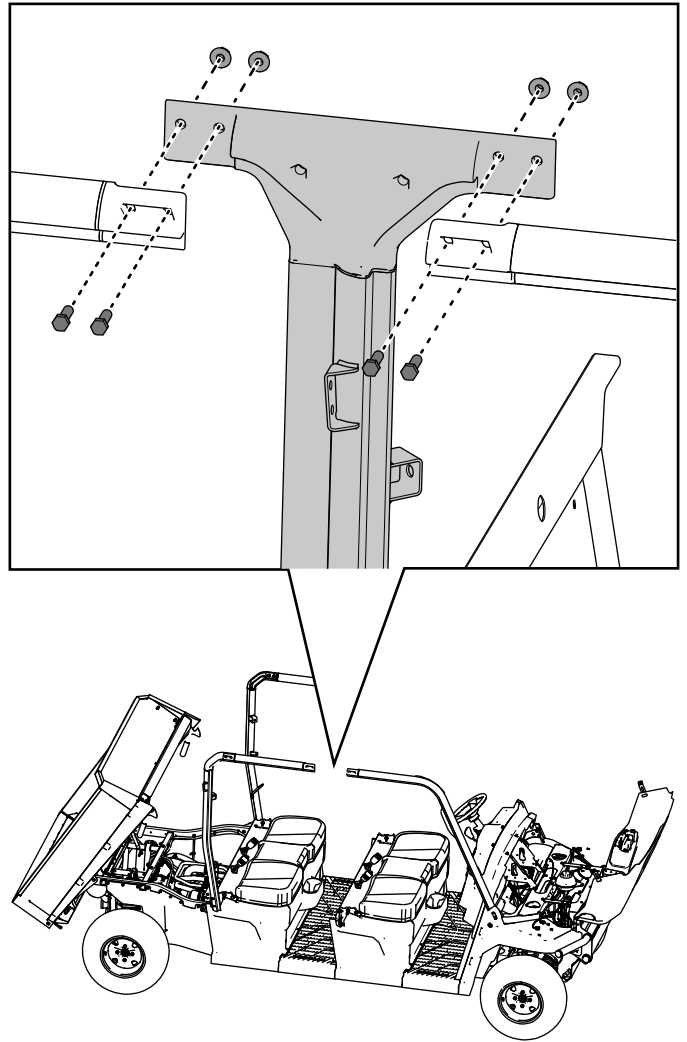

Figura 46
12. Sujete provisionalmente la parte superior del conjunto central derecho de la barra anti-vuelco a los conjuntos delantero y trasero derechos de la barra antivuelco con 4 pernos de cabeza hexagonal ($\frac{3}{8}$ " x $1\frac{1}{4}$ ") y 4 contratuercas ($\frac{3}{8}$ "), como se muestra en la Figura 46.